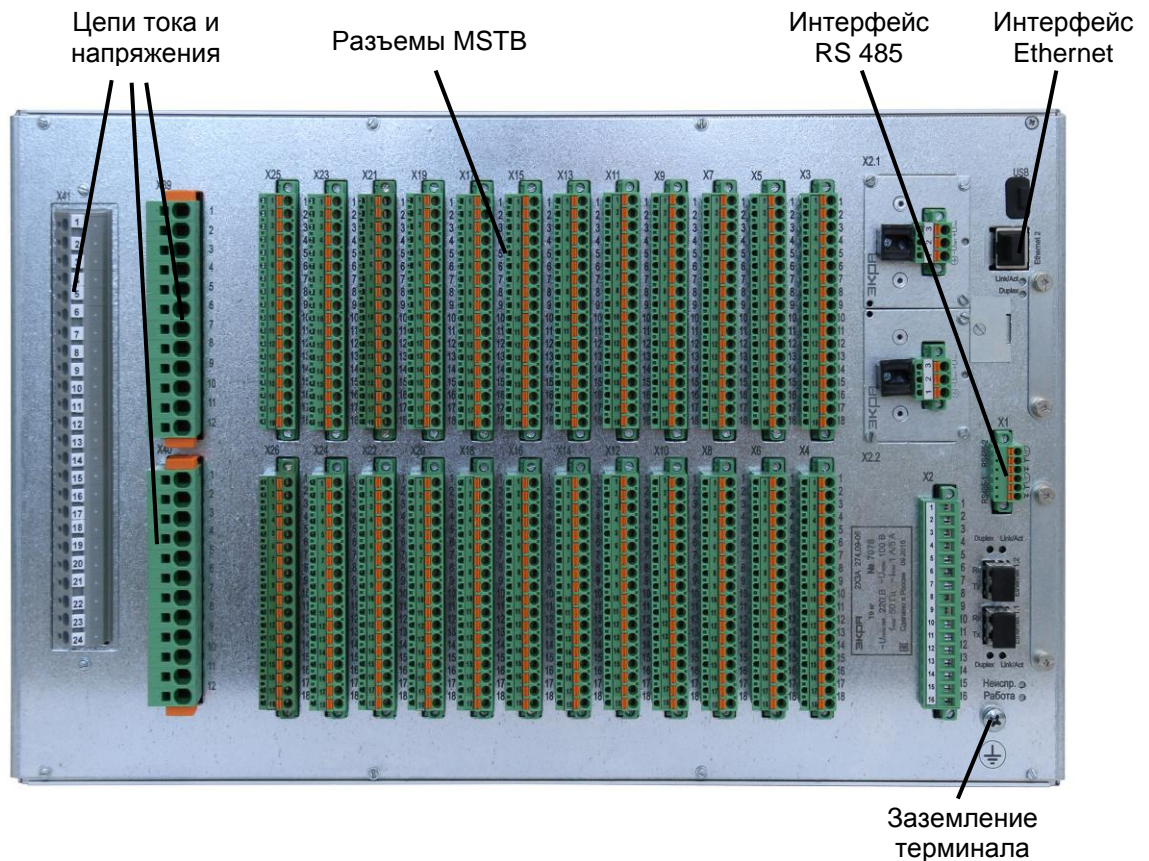

Рисунок 6 – Пример общего вида терминала ЭКРА 2Х3(А), вид сзади
3.2.4 После обеспечения мер безопасности, отсоединить все подходящие к терминалу¹⁾ проводники²⁾ цепей тока и напряжения (см. рисунок 6).
3.2.5 Отсоединить все сетевые кабели интерфейсов RS-485 и Ethernet (см. рисунок 6), предварительно выкрутив винты соединения.
3.2.6 Отсоединить все розетки терминала¹⁾ (вместе с монтажом) от вилок (см. рисунок 6), предварительно выкрутив винты соединения.
3.2.7 Отсоединить кабель заземления терминала¹⁾ (см. рисунок 6).